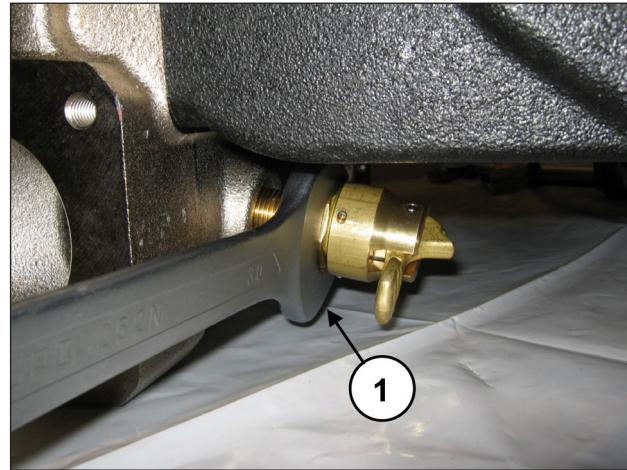

Fig. 141
Solte o dispositivo de abertura das válvulas mediante chave de 30 mm (pos. ①, Fig. 141).